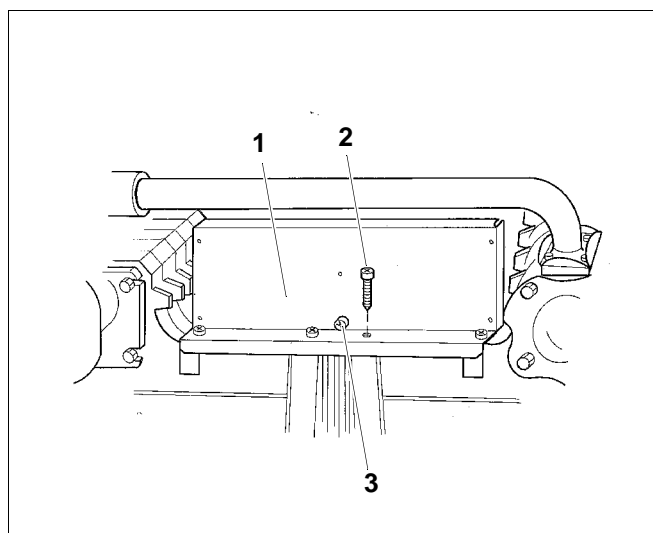

Fig. 33 Visser la face avant
- Presser la face avant (fig. 33, **pos. 1**) contre les écrous cage à l'aide de 4 vis 4,8 x 22 (fig. 33, **pos. 2**) sans la bloquer.
- Visser la partie intermédiaire par l'avant avec une vis à tête plate 3,9 x 9,5 (fig. 33, **pos. 3**).
- Serrer les quatre vis de fixation 4,8 x 22 à la face avant (fig. 33, **pos. 2**).